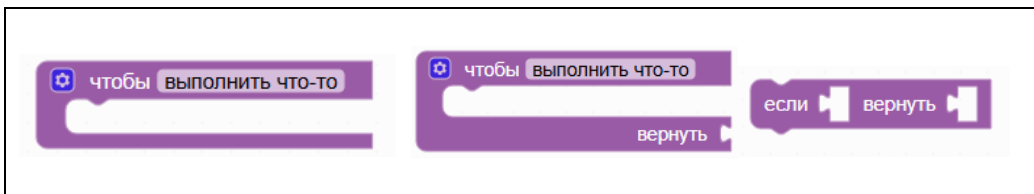

Рисунок 56 – Блоки «Функции»
6. «Функции» – создание собственных процедур и именованных подпрограмм (см. Рисунок 56).